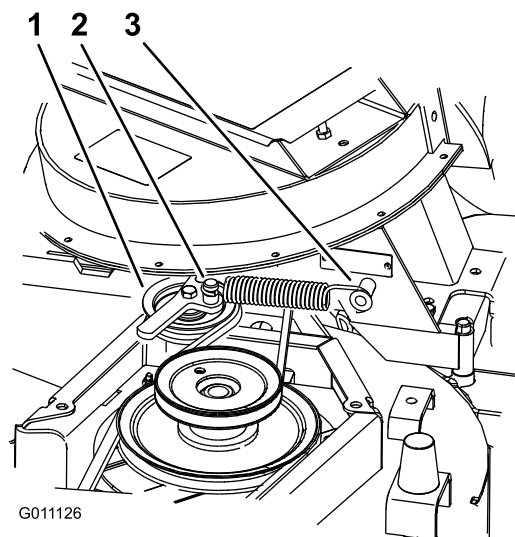

Figure 18
4. Montez le ressort comme illustré à la Figure 18.